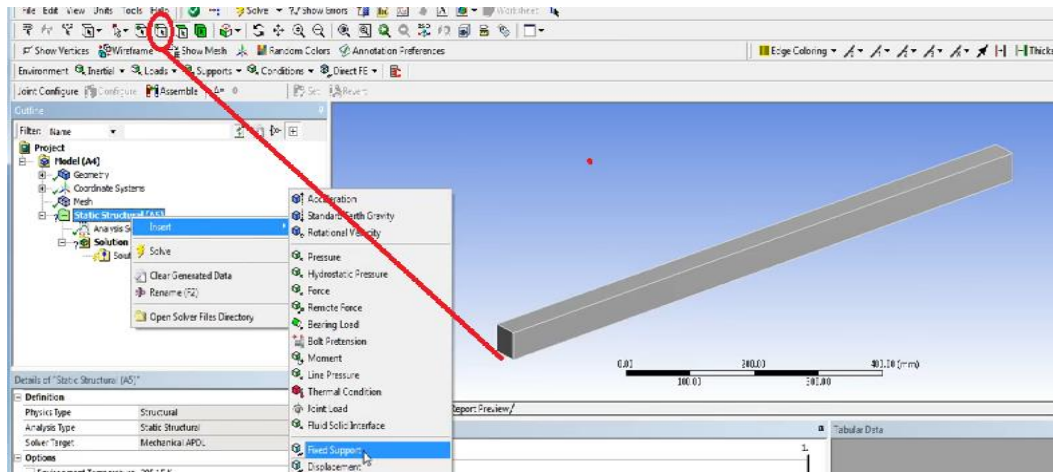

Рис. 7. Задання граничних умов
4.5. Задаємо варіант закріплення лівого краю балки (рис. 7):